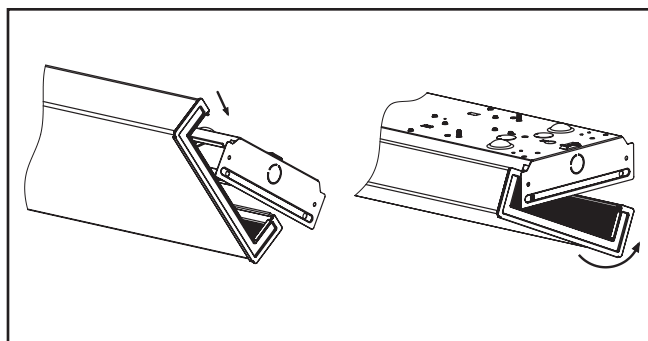

Figure 4.
7. Installez la lentille sur un des côtés du luminaire puis faites-la tourner pour engager le côté opposé (Figure 4).